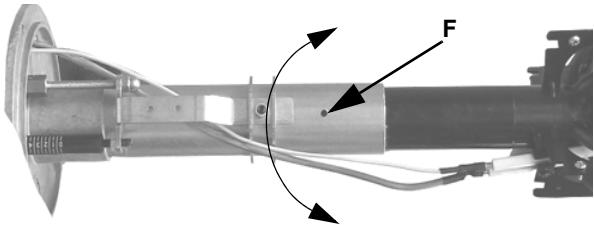
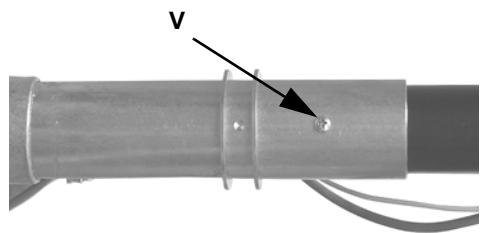

Fig. 11
Fig. 12
- 7 Aflojar el tornillo **V** que fija la cabeza de combustión al tubo cabeza, girar la cabeza  $180^\circ$  como se indica en la (Fig. 11), hasta encontrar el orificio **F**, y fijar nuevamente el tornillo **V** Fig. 11 Fig. 12 Fig. 12.